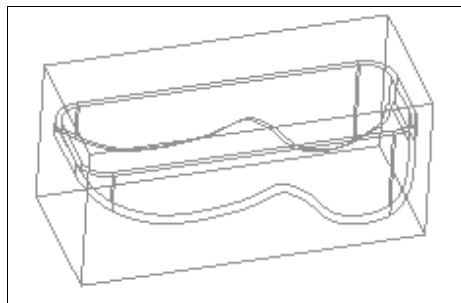

Рис. 44.10. Режим отображения Каркас для модели Заготовка формы
- ◆ нажмите кнопку **Да**, и система построит модель в виде параллелепипеда. Если нажмете кнопку **Каркас** на панели инструментов **Вид**, то убедитесь, что модель находится внутри детали, которую вы переименовали в **Заготовку формы** (рис. 44.10).